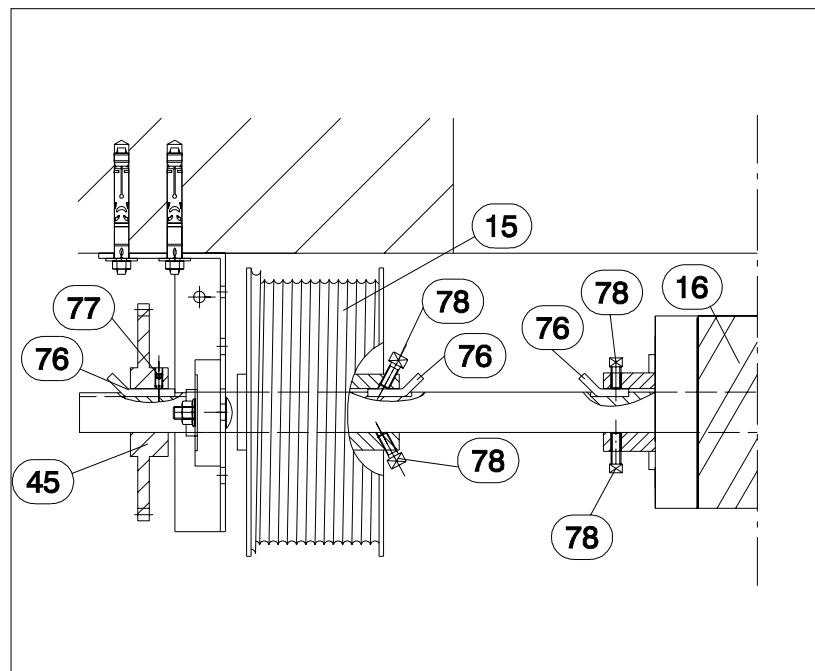

Abb. 8
- Die Seiltrommel (15), Torsionsfeder (16), Federbruchsicherung (17), Wellenkupplung (20) sind mit den werksseitig mitgelieferten Keilen (76) und Klemmschrauben (78) zu sichern (s. Abb. 8).
- Die Seiltrommel (15), Torsionsfeder (16), Federbruchsicherung (17), Wellenkupplung (20) sind mit den werkseitig mitgelieferten Keilen (76) und Klemmschrauben (78) zu sichern (s. Abb. 8).
- Federbruchsicherung (17) (Drehrichtung der Welle beachten) durch das vorgegebene Lochbild mit dem an der Endschalterkonsole (12) angeschweißten Winkel (21) mittels Sechskantschrauben M10x30 mit Sechskantmutter 8.8 (22) verschrauben (s. Abb.8).
- Falls erforderlich anschließend die inneren Lagerkonsolen (x) durch das vorgegebene Lochbild mittels Schwerlastanker FH 12/10 B (8) mit der Decke verdübeln.
- Mit der rechten Hälfte (Feder ist gekennzeichnet) der vormontierten Antriebswelle (13) ebenso verfahren.
- Danach beide Antriebswellen (13) über die Wellenkupplung (20) miteinander verbinden und durch Keil (76) sichern. Die Wellenkupplung (20) so verschrauben, dass die Einführungsseillöcher der Seiltrommeln (15) zueinander fluchten (bei VL. und HL-Beschlag unbedingt erforderlich.)